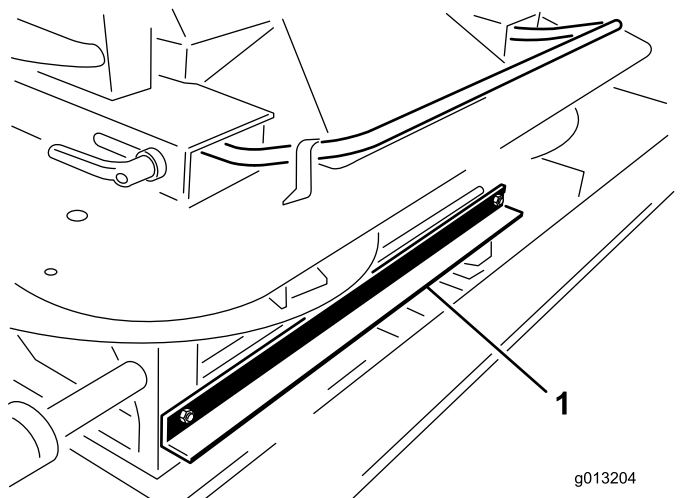

Figura 4
3. En la parte delantera del doble rotor, retire los dos pernos y tuercas que sujetan el soporte de transporte del dispositivo de izado de la máquina al doble rotor (Figura 4).